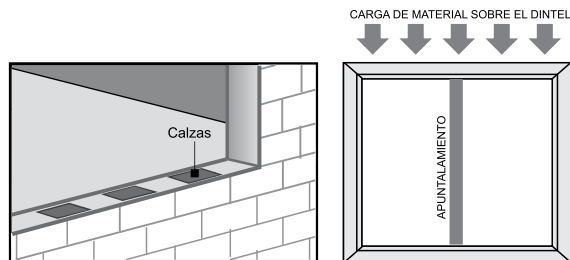

Figura 2
- 4- **Revise que la ventana se encuentre a escuadra y nivelada.** Pruebe que la ventana opere adecuadamente (quítela y vuelva a instalar si fuera necesario). Quite las hojas y apuntele al centro (Figura 2).